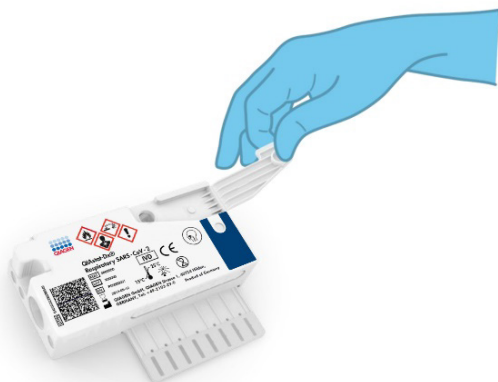

Figura 39. Apertura dello sportellino del campione della porta principale.
4. Aprire lo sportellino del campione della porta principale sulla parte anteriore della QIAstat-Dx Respiratory SARS-CoV-2 Panel Cartridge (Figura 39).